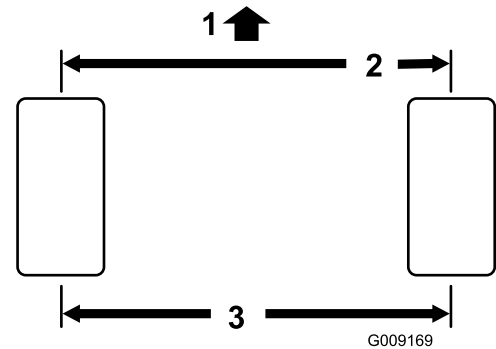

Bild 82
- Messen Sie den Abstand vorne und hinten an den Lenkreifen Mitte-zu-Mitte (auf Achshöhe) (**Bild 82**).